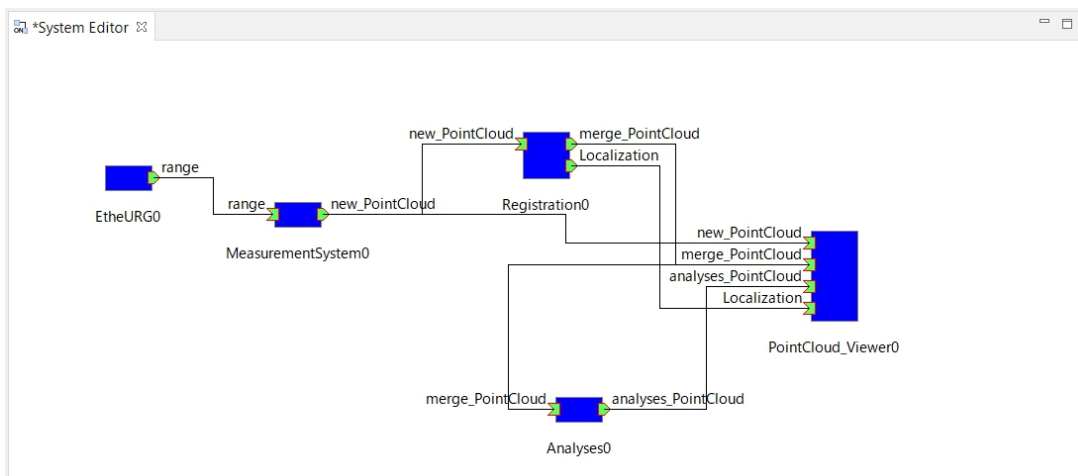

図 36 各ポートを実際に接続した状態
- ⑭ 図 36 および表 18 をもとに、各ポートをドラッグ & ドロップで繋ぎ、表示されたウィンドウの[OK]をクリックする。